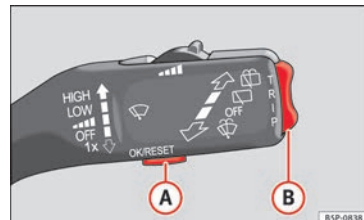
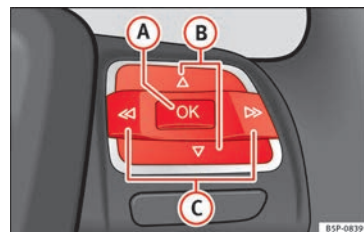

Bild 36 Vindrutetorkarspak: Omkopplare.
Bild 37 Rattreglage: kontrollreglage.
- För att öppna skärmbilden för "Konfiguration" menyn, tryck på knapp **(C)** » bild 37 till dess menyn visas. Nu är du i den här menyn.
- För att byta från ett minne till ett annat, tryck kort på knapp **[A]** » **bild 36** » **Sidan 50** på vindrutetorkarspaken eller **[OK]** på multifunktionsratten » **bild 37** » **Sidan 50** när tändningen slås på.
Följande data kan visas på multifunktionsdisplayen med hjälp av vippomkopplaren **[B]** » **bild 36** » **Sidan 50** på vindrutetorkarspaken eller genom att trycka på knappen **[Δ]** eller **[▽]** » **bild 37** på multifunktionsratten*: